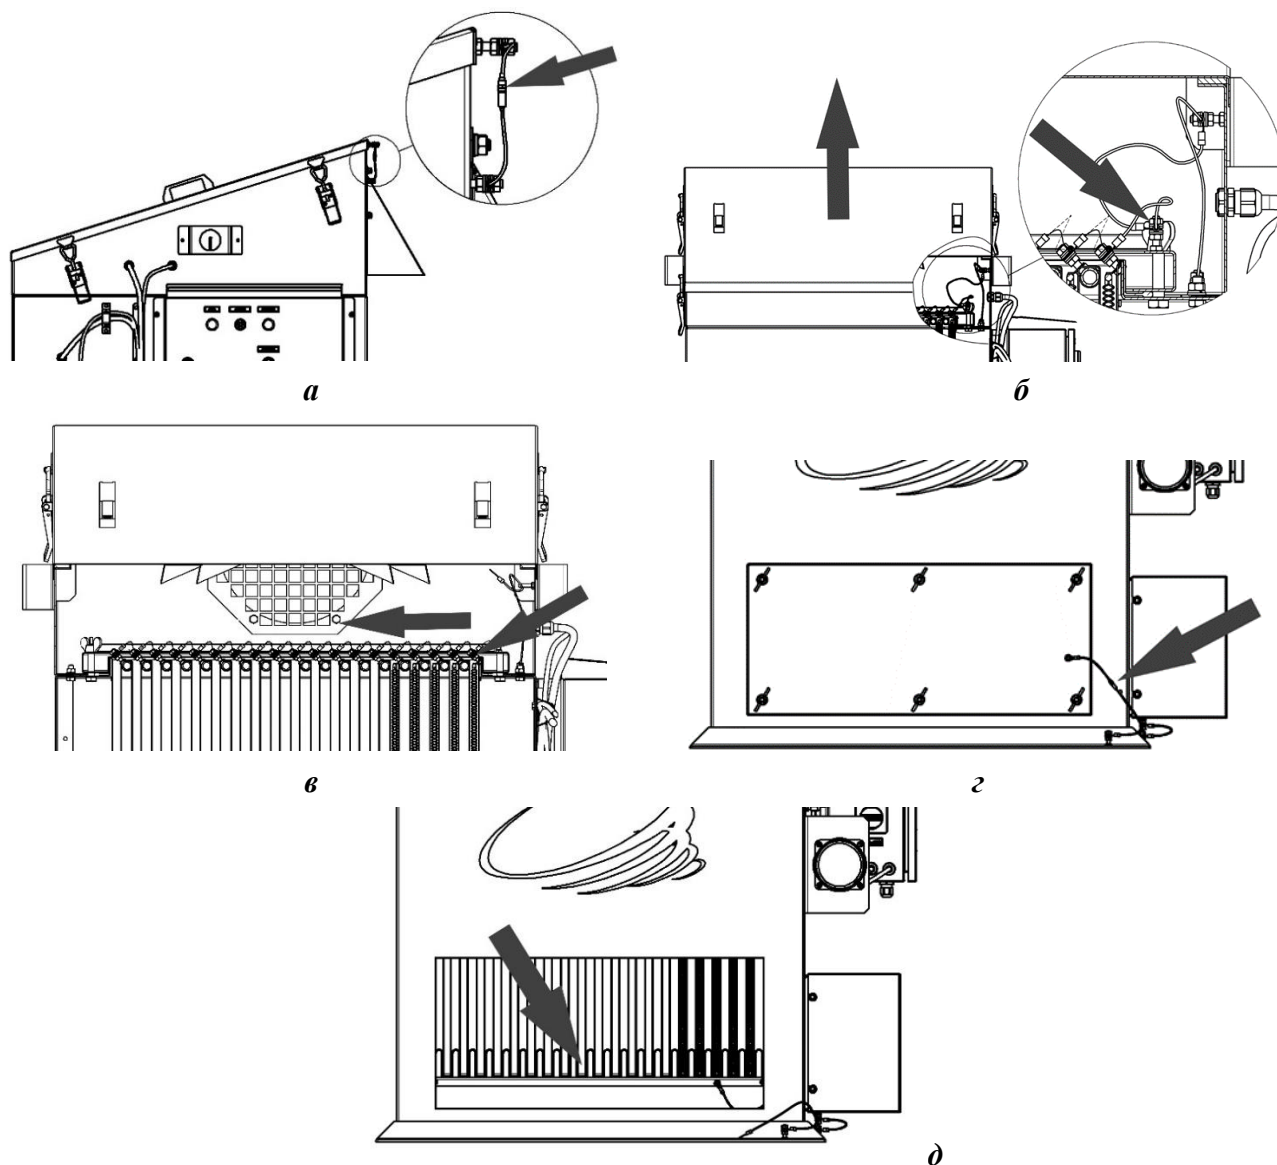

Рисунок 6
- 1) разъединить цепь заземления (гнездо/штекер) между крышкой и корпусом «чистой» камеры (рисунок 6а);
- 2) снять крышку, внутри «чистой» камеры разъединить цепь заземления между прижимом карманного фильтра и корпусом (рисунок 6б). Открутить гайки-барашки и снять прижим карманного фильтра;
- 3) разъединить заземляющий контур между каждой вставкой-каркасом (рисунок 6в);
8) разъединить цепь заземления между инспекционным люком и корпусом фильтровальной камеры (рисунок 6г), открутить гайки-барашки и снять люк. Проверить размещение каждого кармана в отдельной ячейке штанги встряхивания (рисунок 6д), проверить цепь заземления между штангой встряхивания и корпусом. Установить инспекционный люк на место, закрепить, восстановить цепь заземления;